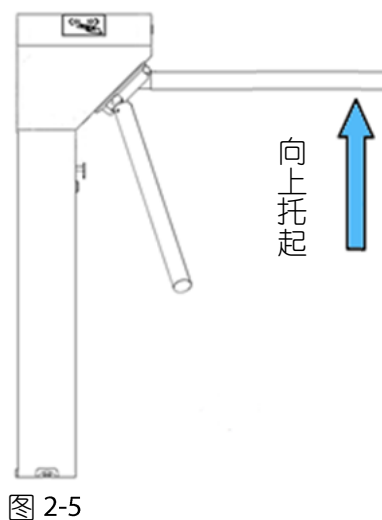

图 2-5
- ① 给本机接上临时测试电缆，输入电源 100V ~ 240V 自适应（**注意：必须接地线。**）
- ② 静候 30 秒，等待闸机完成自检程序。
- ③ 将闸杆手动上杆，如图 2-5 所示。
- ④ 使用双向开关测试闸机是否工作正常，同时检查 LED 指示灯显示是否工作正常。如果一切正常，则可以开始土建安装程序，如发生异常，请联系您的销售商。